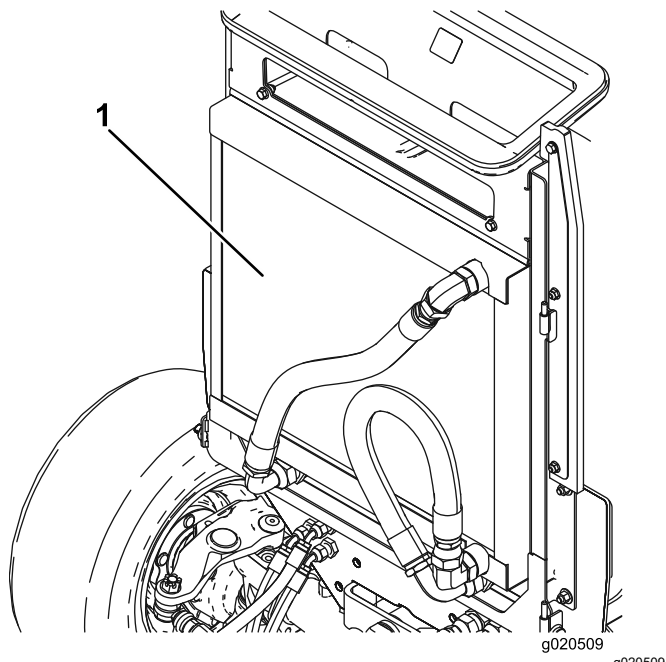

Figura 79
5. Limpie a fondo ambos lados del enfriador de aceite y del radiador con aire comprimido (Figura 79).